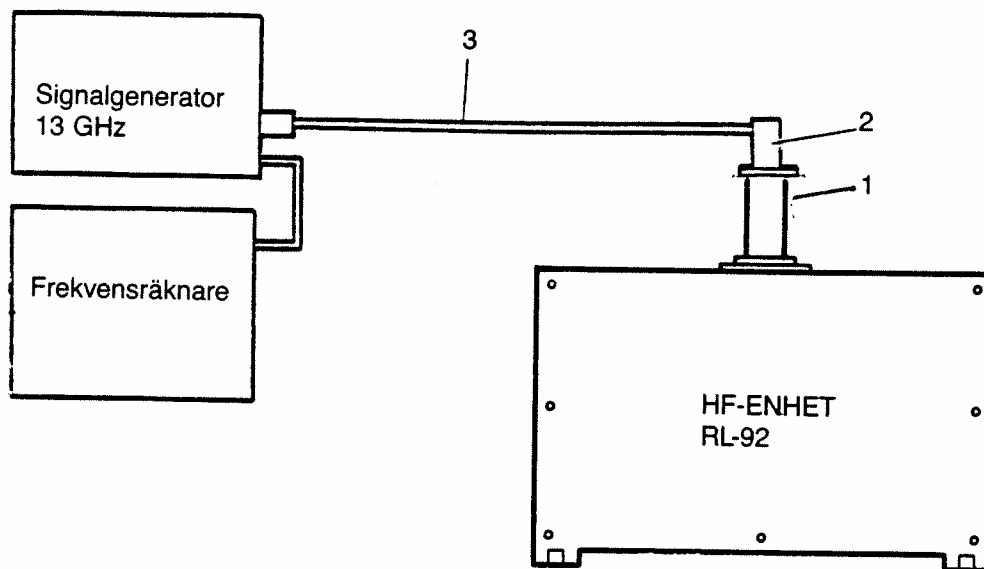

Bild 1. Upptagning av AGC-kurvan
**Vid uppkoppling enligt bild 1. Stäng av sändaren för att ej skada signalgeneratorn.**
- 5.2.6.2 Koppla upp enligt bild 1.